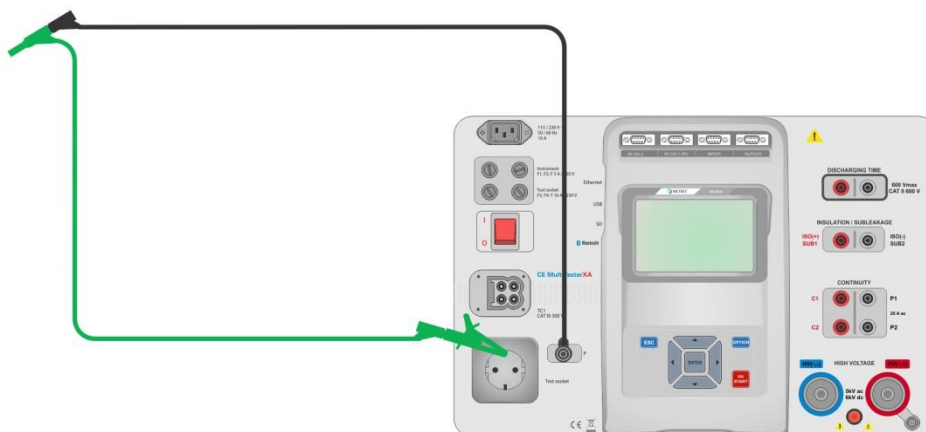

Abbildung 6.20: Kurzgeschlossene Prüfleitungen
- Schließen Sie die Prüfleitungen am Gerät an, und schließen Sie die Prüfleitungen miteinander kurz (siehe *Abbildung 6.20*).